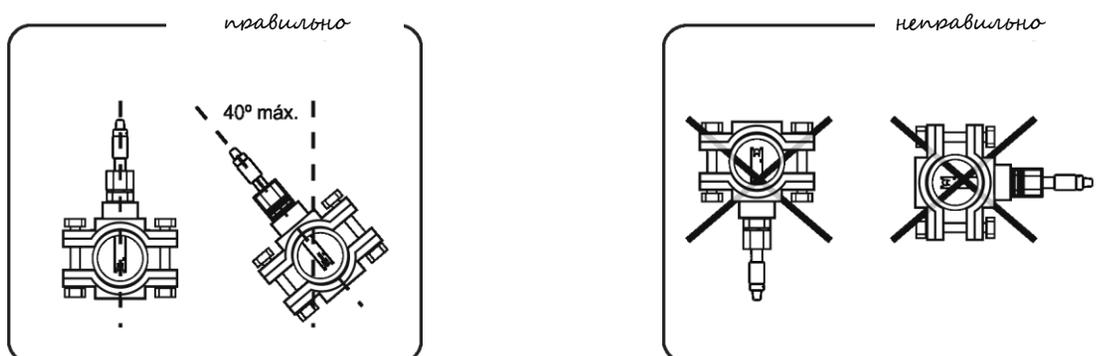

Рисунок 9
- Всегда устанавливайте электроды вертикально или с максимальным наклоном 40°C. (Рисунок 9).